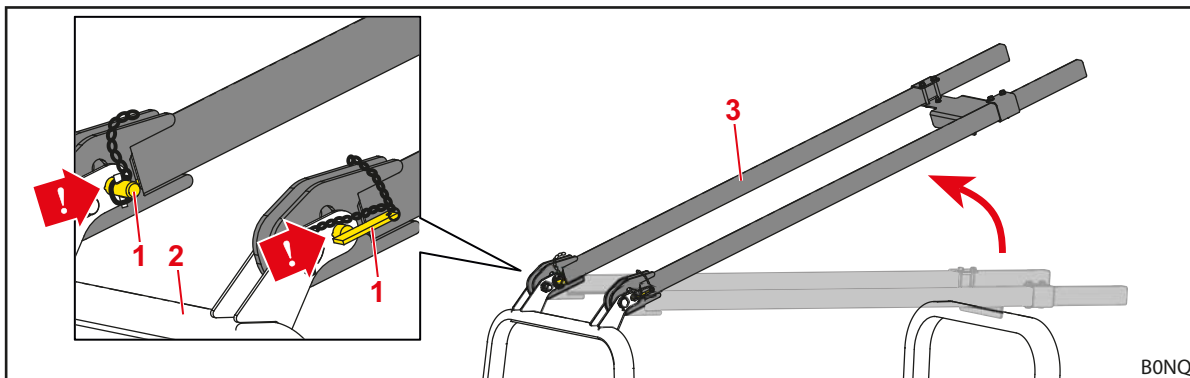

Fig. 40 Uppfällda traverser, säkrade i de nedre hålen
- (1) Säkra långa traverser i de nedre hålen.
- Säkra långa traverser med pinnbultar i de nedre hålen (se Fig. 40).
- (2) Fäll upp den nedre bygeln (se beskrivning för OPG utan långa traverser i kapitlets början).
- (3) Fäll ned de långa traverserna.